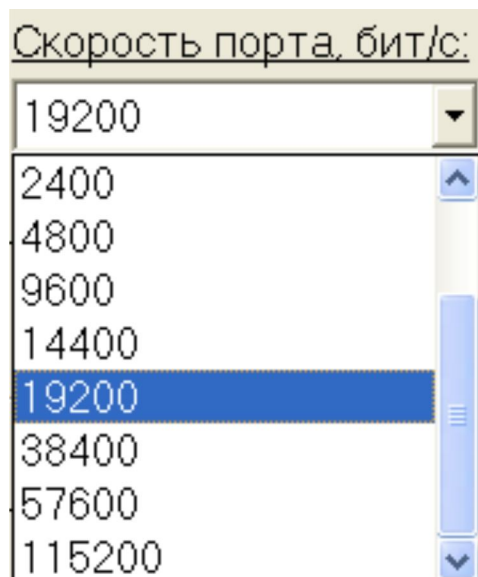

Рисунок 12 - Выбор скорости асинхронного канала
9.2 «**Скорость порта, бит/с**» - выбрать необходимую для работы скорость из выпадающего списка (см. Рисунок 12).